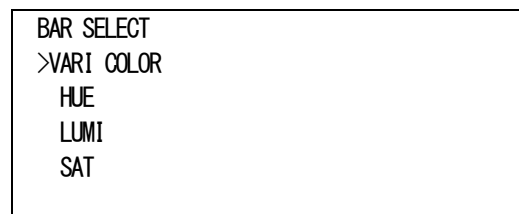

図4-7 オンスクリーンメニュー(VARI COLOR例)
- 5)「VARI COLOR[VARI]」を選択すると図4-7のような設定メニューが表示され、HUE、LUMI、SAT のそれぞれの値を設定して色を作ります。